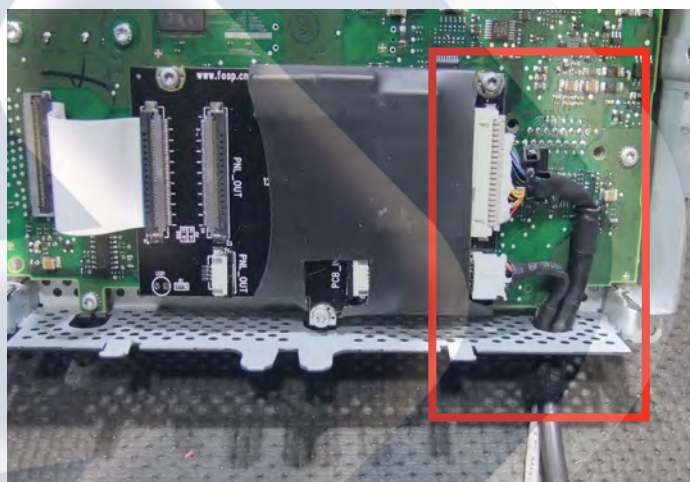

Imagen 13
5.b. Introducir y conectar los cableados "LVDS OUT" y "TOUCH SCREEN" a través del orificio de la carcasa indicado (imagen 13) (**SE RECOMIENDA INTRODUCIRLOS DE FUERA HACIA DENTRO Y CON MUCHO CUIDADO DE NO DETERIORAR LA FUNDA DE LOS CABLES**).